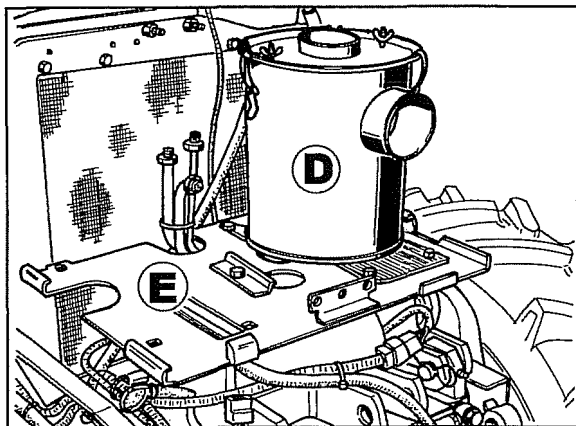

Abb. 7
5. Den kompletten Filter **D** Abb. 7 und seinen Träger **E** entfernen, wobei auch die Hupe und das Masseband der Batterie entfernt werden.